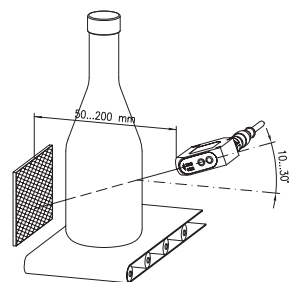

Abb. 8
- Bei Durchlichtbetrieb die Reflexfolie RF 10 C\* gegenüber vom Farbsensor so montieren, dass der Lichtstrahl in der Mitte der Reflexfolie auftrifft. (Abb. 8).